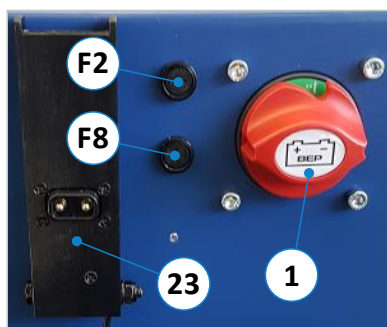

Abbildung 7: Hauptschalter
Wiederinbetriebnahme nach dem Ausschalten via Hauptschalter oder Drucktaster (N)	Soll die Fernbedienung nach dem Ausschalten via Hauptschalter (⇔ Abbildung 7) oder Drucktaster (N) wieder in Betrieb genommen werden, muss die Funkverbindung wiederhergestellt werden. Beim Einschalten blinken die LEDs (L7) + (L8) und die LED (L1) neben der Taste (1) muss statisch leuchten. Falls stattdessen eine andere LED neben einer anderen Taste leuchtet, kann die Funkverbindung nicht hergestellt werden. → Dann 1 x die Taste neben der leuchtenden LED und danach die Taste (1) drücken.